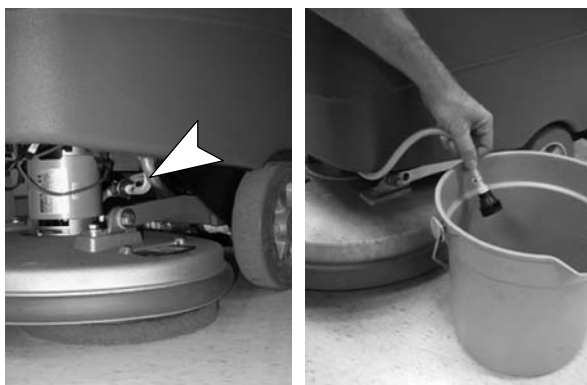

FIG. 56
3. Débranchez le connecteur noir fixé sur la tête de brossage et placez le tuyau dans un seau (Figure 56).